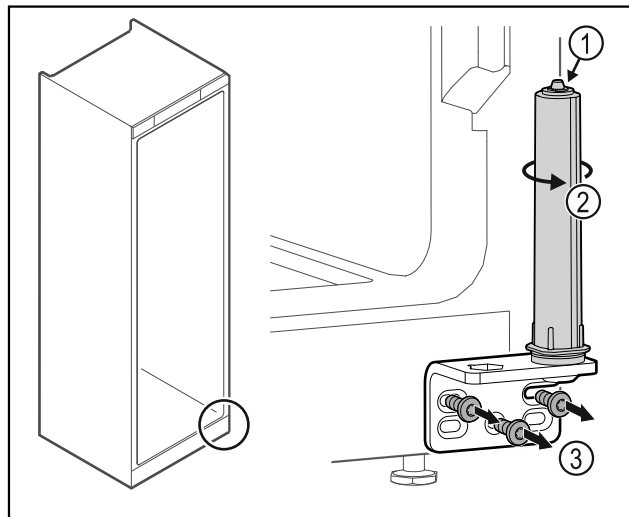

Fig. 33
- Nerozoberajte systém zatvárania dverí Fig. 33 (1).
- Otáčajte systém zatvárania Fig. 33 (2), kým nezacvakne.
- Odskrutkujte uholník závesu Fig. 33 (3).